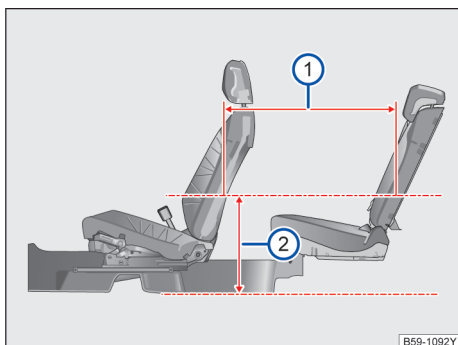

图 85 座间距
当前后排座椅都位于设计位置时，在距离地板位置 620mm 处→图 85②，座间距为 921.2mm→图 85①。